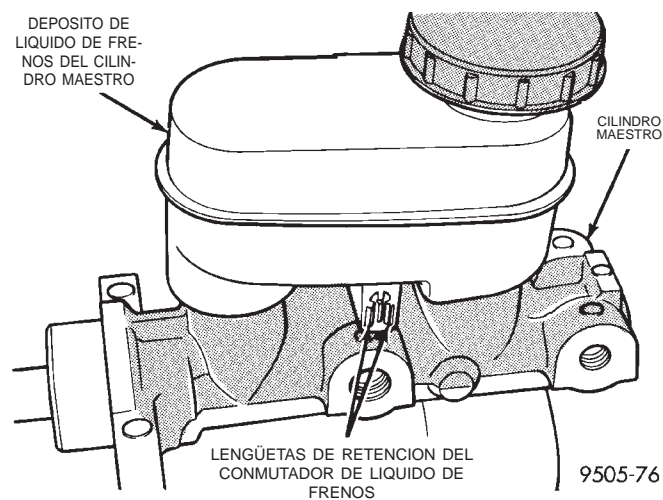

Fig. 168 Lengüetas de retención del conmutador de nivel de líquido de frenos
(2) Comprima las lengüetas de retención (Fig. 168) en el extremo del conmutador de nivel de líquido de frenos.
ción estén totalmente expandidas en el lado opuesto del depósito de líquido (Fig. 168).